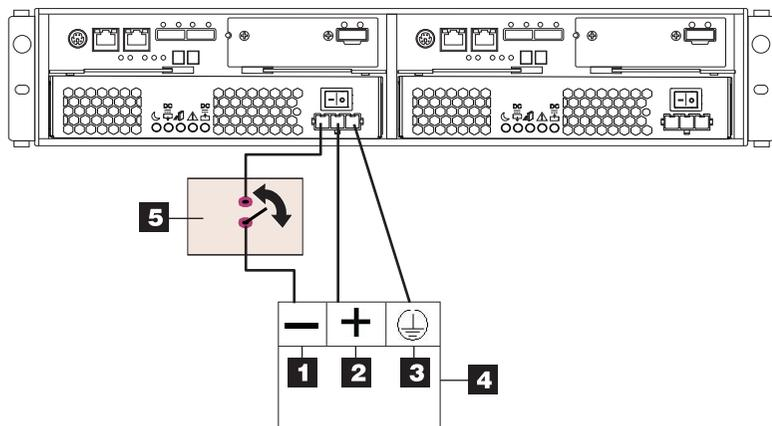

図 15. DS3500 から切断機と DC 給電部までの DC 配線
- d. 切断機から、確実に接地された safety extra low voltage (SELV) DC 給電部の -48V マークのある端子まで、配線を完了します。DC 電源ケーブルの POS RTN ワイヤ (青色) と接地ワイヤ (緑色/黄色) を、図 15 に示すように DC 給電部の POS RTN マークおよび GND マークの端子に接続します。